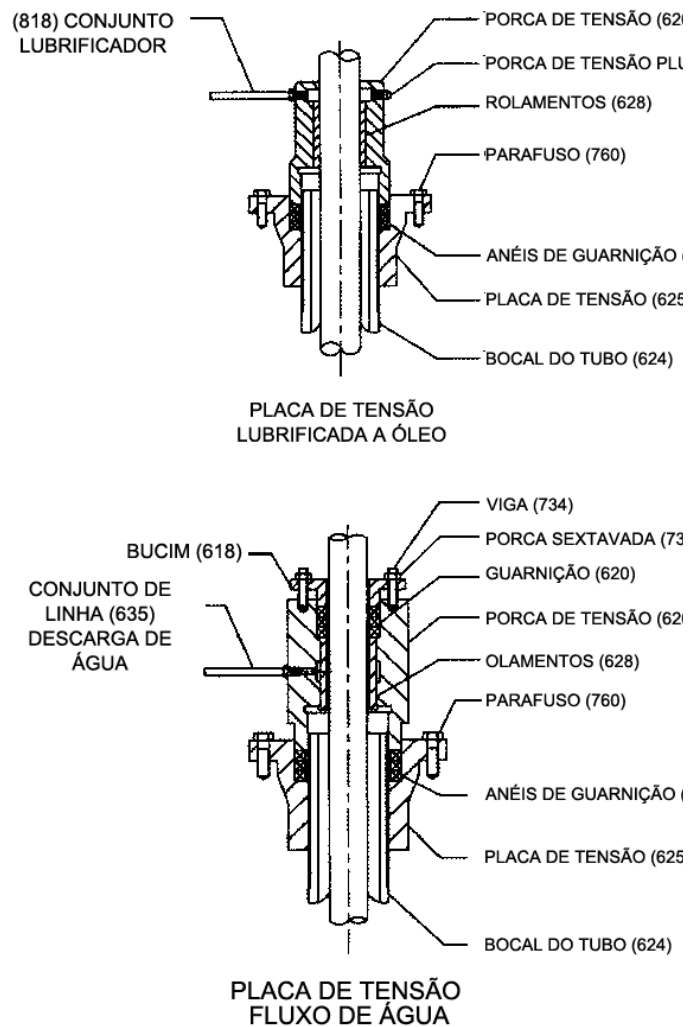

Figura 8
1. Alinhe o orifício "A" na porca de ajuste (604) e o orifício "C" no acoplamento do controlador (consulte a Figura 8) ou quaisquer orifícios semelhantes que estejam na mesma posição. Se for tomado cuidado, existirá uma folga inicial no impulsor de 0,001" a 0,003", dependendo do tamanho do eixo ou do passo da rosca.